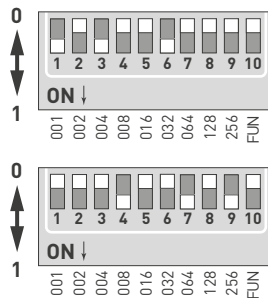

Рис. 2. DIP-переключатели
- 3.7. Установите DMX-адрес декодера при помощи DIP-переключателей, расположенных на корпусе декодера (см. рис. 2).
Пример 1. Требуется установить DMX-адрес 37. Для этого нужно перевести переключатели 1, 3 и 6 в положение ON, как показано на рис. 2. Этим переключателям соответствуют числа 001, 004 и 032, сумма $1+4+32=37$.
Пример 2. Требуется установить DMX-адрес 328. Для этого нужно перевести переключатели 4, 7 и 9 в положение ON, как показано на рис. 2. Этим переключателям соответствуют числа 008, 064 и 256, сумма $8+64+256=328$.